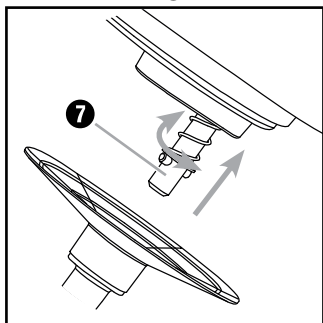

Fig. 1 : montage des accessoires
- 1) Appuyez sur la touche de déverrouillage ② . Le bras pivotant ① se déplace vers le haut.
- 2) Positionnez le bol mélangeur ⑥ de manière à ce que les crans d'arrêt situés sur le bol mélangeur ⑥ entrent dans l'évidement du socle ⑤. Tournez le bol mélangeur ⑥ dans le sens horaire (voir les symboles  et  sur le socle ⑤) de manière à ce qu'il soit verrouillé et bien fixé.
- 4) En fonction de la tâche, montez le crochet de pétrissage **10**, le fouet **11** ou le batteur plat **12** sur l'axe d'entraînement **7** (Fig. 1) :